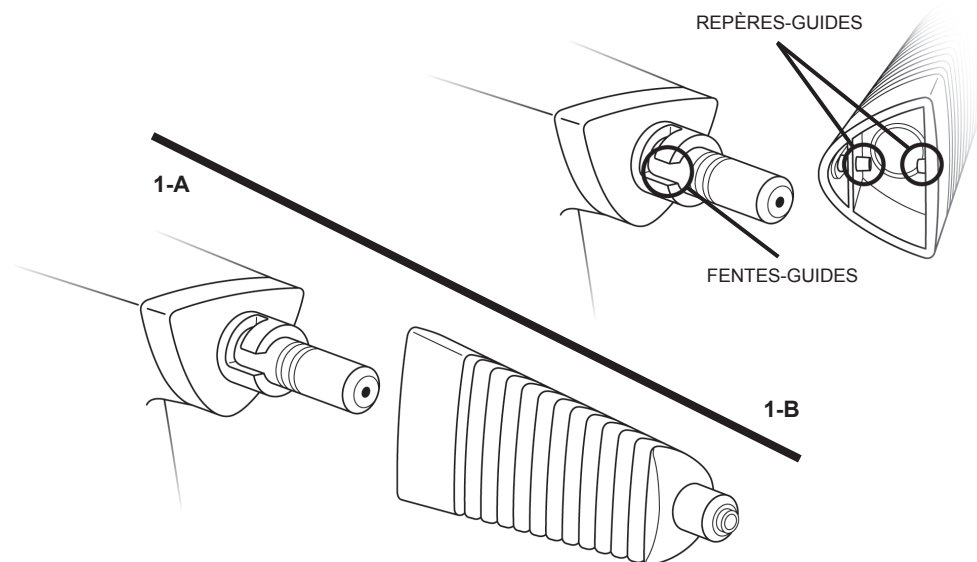

FIGURE 1
1. Alignez la Buse directrice et l'Injecteur à vapeur, comme illustré (FIGURE 1-A). La Buse directrice doit être inclinée à 90° sur le côté dans le sens antihoraire par rapport à sa position finale. Les repères-guides de la Buse directrice et les fentes-guides à la base de l'Injecteur à vapeur doivent être alignés (FIGURE 1-B).